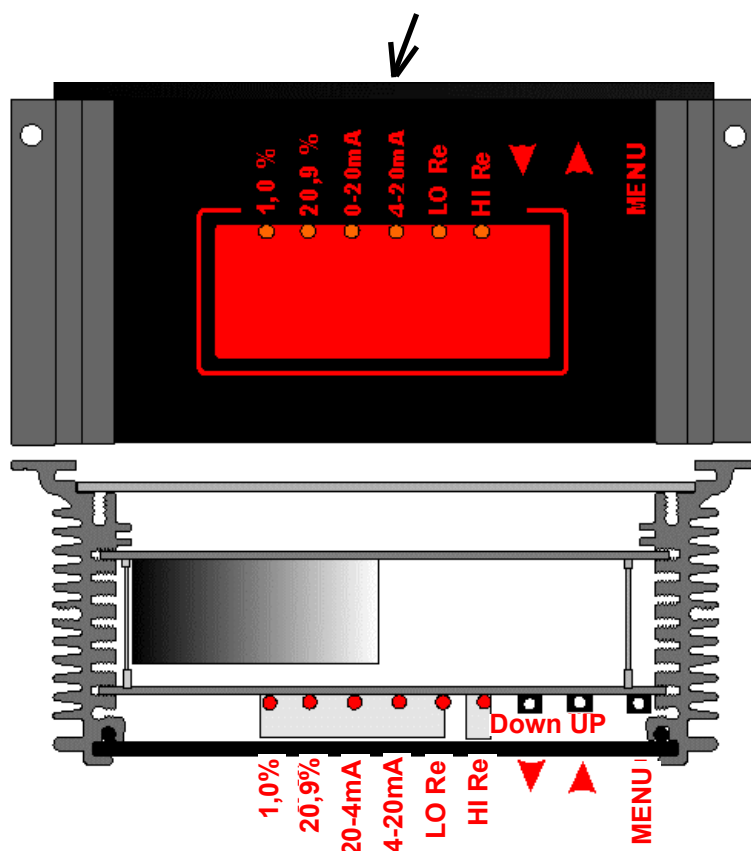

Fig.8
6. Tryk gentagende gange på MENU knappen i iltmåleren til lysdioden 20,9% lysser - ( fig.8).